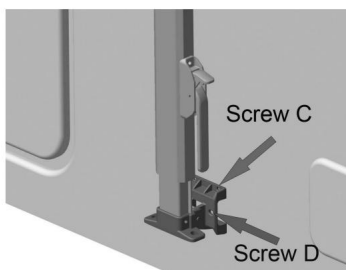
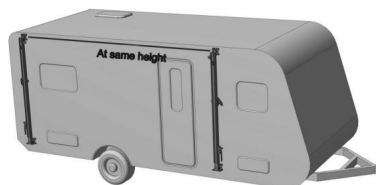

Rysunek C6
Rysunek C7
3.2 Weź ramię podporowe, zaznacz za jego pomocą położenie otworu w odpowiednim miejscu na zewnątrz pojazdu (rysunek C6) i wywierć otwór montażowy  $\Phi 5$  w nadwoziu pojazdu (rysunek C7).